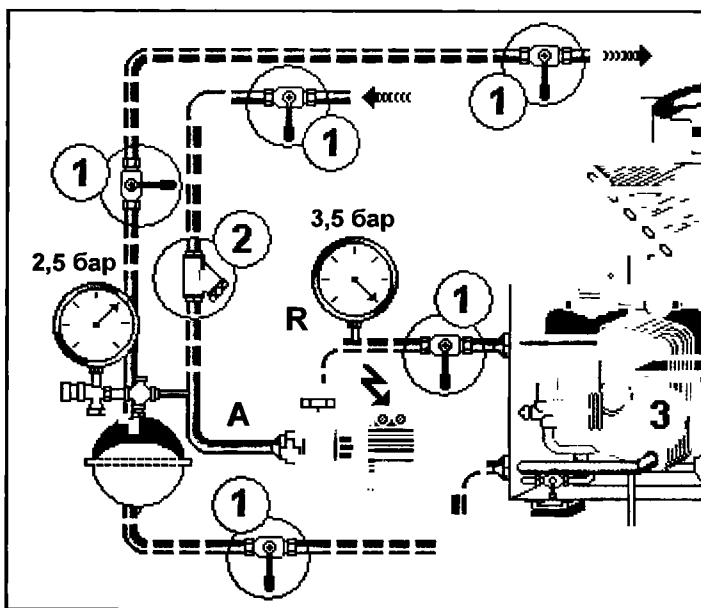

Рис. 93.22.
В результате, если расширительный бачок установлен как положено, на всасывании насоса, давление в трубопроводе А (см. рис. 93.22) будет постоянным независимо от того, работает насос или нет, и закрыты или открыты запорные вентили на контуре.
- ▶ Закрыт один из запорных вентилях контура (поз. 1 на рис. 93.22).